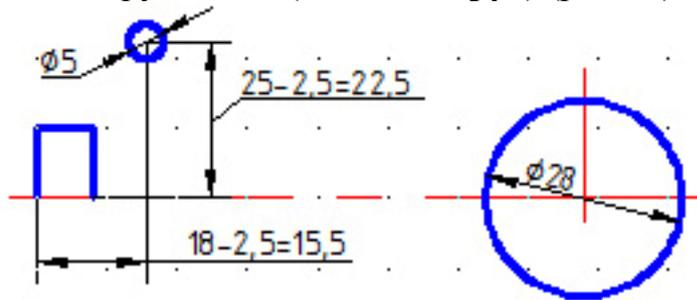

Рис. 42
1. Начертить две окружности (команда **Круг**) (рис.42).